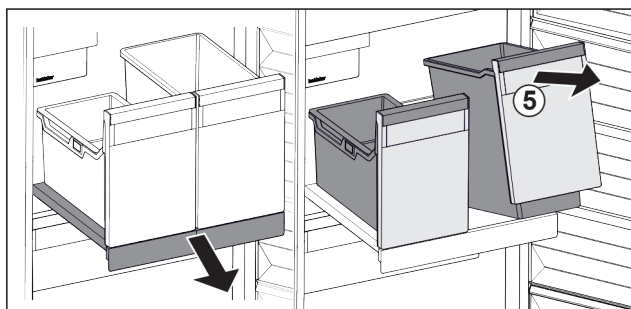

Fig. 33
- ▶ Nádoby Fig. 33 (5) vpředu nadzvedněte.